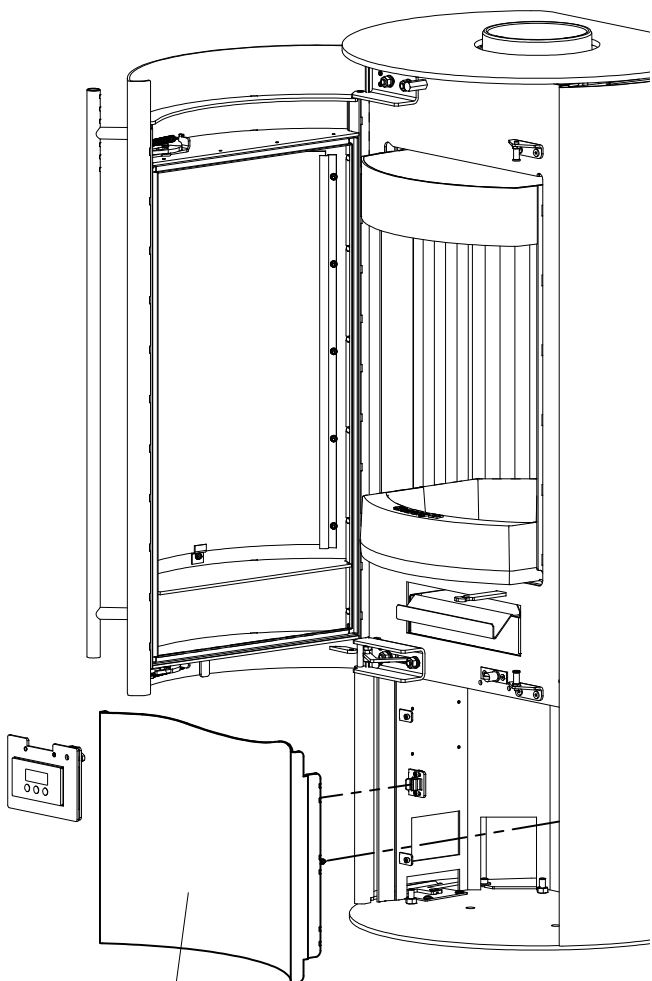

Fig.3
- Dégager le cache frontal inférieur avec précaution (Pos.8, Fig.3) en le tirant vers l'avant.
- Monter le cache frontal inférieur (8) (Fig.3). Veiller à guider les câbles de l'électronique devant l'appareil en passant au-dessus le cache frontal inférieur.